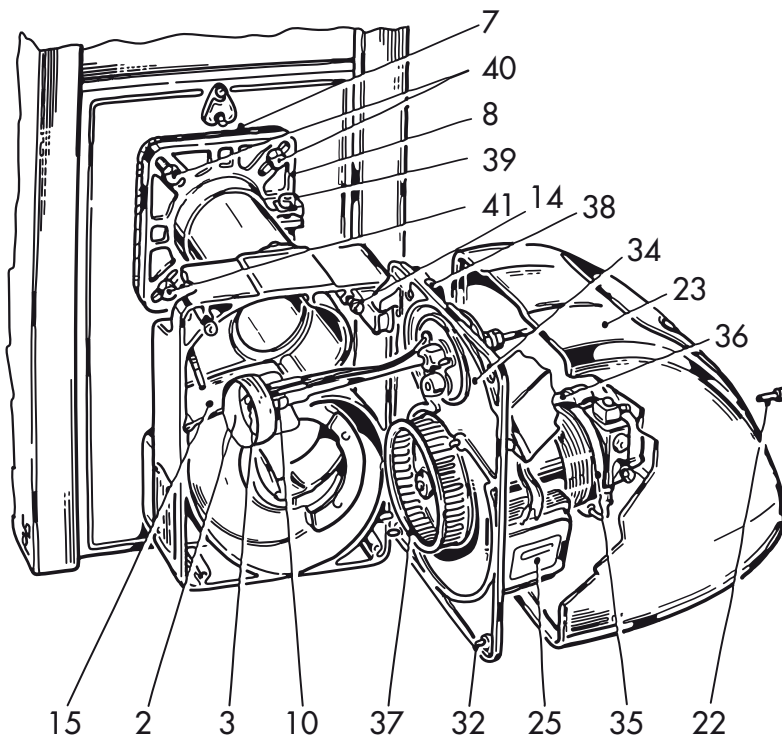

Fig. 13
- Ugello (3) difettoso e sporco;
- Elettrodi di accensione (5) incrostati o danneggiati (vedere le posizioni in fig. 13);
- Fotoresistenza (19) annerita;
- Difettosa tenuta dell'elettrovalvola (29);
Allentare parzialmente le viti inferiori (32) e superiori (14). Sganciare, sollevandola, la piastra porta componenti (34) ed agganciarla nell'apposita sede, come indicato in fig. 13. Sfilare i cavi alta tensione dagli elettrodi (5), allentare le viti di bloccaggio supportino (6), sfilare il supporto porta disco deflettori-elettrodi (43) e svitare quindi l'ugello.